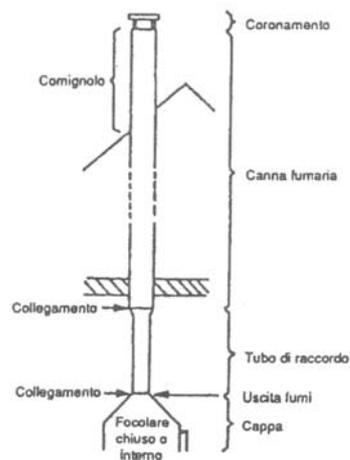

Fig. 4
5.1 DENOMINAZIONE DELLE VARIE PARTI DEL CIRCUITO DI EVACUAZIONE DEI FUMI (FIG. 4)